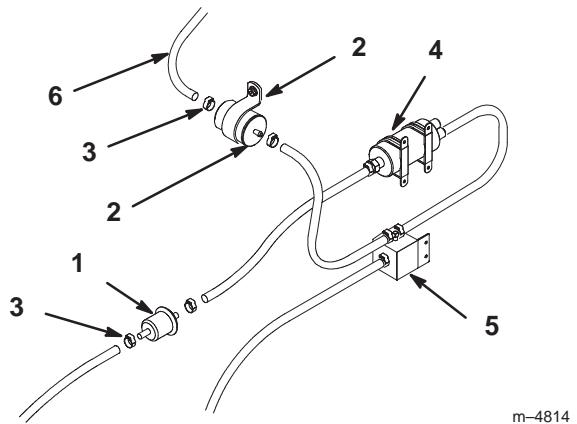

Figure 40
3. Retirez les colliers avec la pince spéciale (Fig. 40).
4. Déposez le filtre à carburant des conduites d'alimentation (Fig. 40).
5. Posez un filtre neuf et rapprochez les colliers de flexible du filtre (Fig. 40).
4. Retirez les colliers avec la pince spéciale (Fig. 40).
5. Déposez le filtre à carburant des conduites d'alimentation (Fig. 40).
6. Déposez le filtre à carburant haute pression de l'attache en R (Fig. 40).
8. Posez un filtre neuf et rapprochez les colliers de flexible du filtre (Fig. 40).